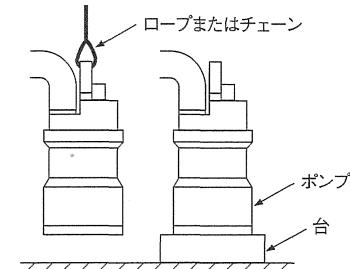

図3
- (1) 運転ならびに据付時はケーブルを絶対に引っ張らないでください。取手または取手にロープを取り付けて行ってください。
- (2) ポンプはなるべく立置でご使用ください。土砂の流入が多い場合や、ストレーナが埋没するような土砂の場合は、ポンプを強固なロープまたは、チェーンで吊るすか台の上にポンプを置いてください。(図3)
- (3) 土砂の多い場所で連続漏水運転を行いますと、ポンプが短期間に摩耗することがあります。水の集まりやすい場所を選んでお使いください。
- (4) 配管および据付時にポンプを壁などにぶつけたり落とさないようにしてください。
- (5) 配管末端は水中に入れないでください。ポンプを停止したとき逆流します。
- (6) ケーブルは車のタイヤ等で踏まないように設置してください。
- (7) 排水槽はコンクリートのカス、紙、布、ビニール等が残らないように十分清掃してください。
- (8) 吐出し用配管はポンプ径と同径のものを使用してください。ポンプ口径より小さい配管を使用しますと配管による損失水頭が増大し吐出し量が減少します。またポンプ口径より大きい配管を使用しますと配管内に土砂などが溜まり、土砂詰まりの原因となりますのでご注意ください。